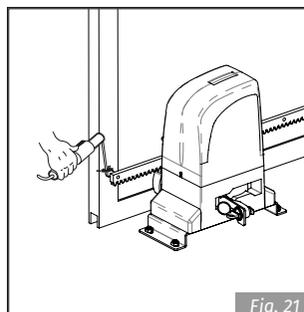

Fig. 21
- 5 • Fijar la cremallera en el portón. (Fig. 21). Para garantizar una fijación correcta, puede ir movilizándolo el portón poco a poco y fijando los espaciadores al portón siempre cerca del piñón.